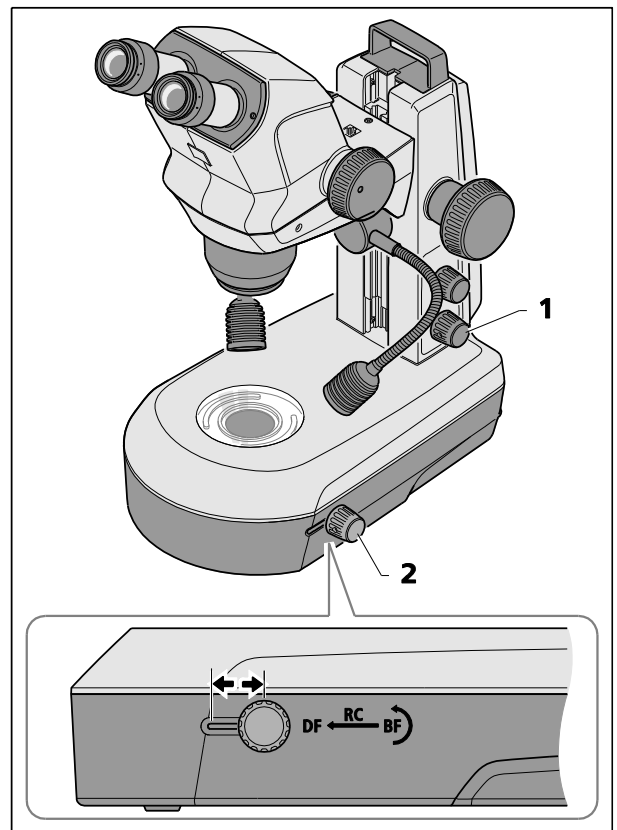

Fig. 20 Unità a luce trasmessa in stativo K LAB
- Accendere l'illuminazione a luce trasmessa premendo la manopola inferiore (Fig. 20/1).
- Regolare il campo chiaro (BF) spingendo la manopola scorrevole (Fig. 20/2) nella sua posizione posteriore (BF).
- Ruotare la manopola girevole/il cursore (Fig. 20/2) per orientare lo specchio chiaro o diffuso in posizione o per regolare l'angolo di inclinazione.
- Passare all'illuminazione a campo scuro (DF) spingendo la manopola girevole/il cursore (Fig. 20/2) nella sua posizione anteriore.
Spingendo la manopola girevole/il cursore (Fig. 20/2) nella sua posizione centrale e inclinando lo specchio si ottengono effetti di luce obliqua (RC).